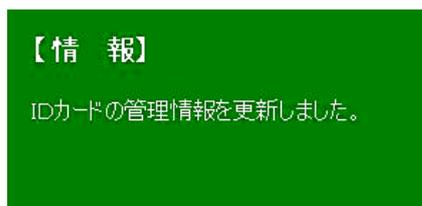

図 91 管理情報の更新メッセージ
⑤[設定保存]ボタンをクリックすると設定内容が PT-100 に接続されたパソコンに保存され、図 91 のメッセージが表示されます。
- ① 8. 1 設定入力と保存の①～③の手順に従い、ID カードに書込みを行いたい設定を呼び出します。
- ② [カード書込] ボタンをクリックします。
- ③ 書込みが完了すると図 91 のメッセージが表示されます。